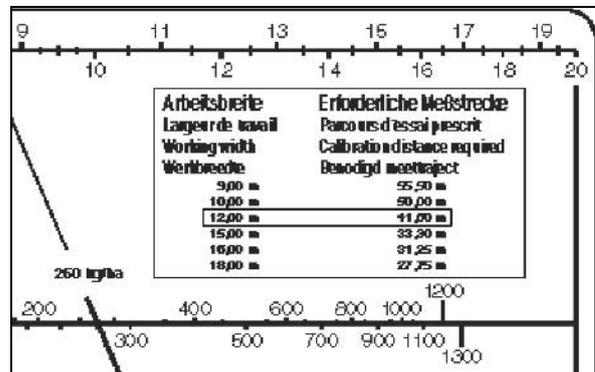

Fig. 71
7. Recherchez la valeur numérique **(A)** pour la quantité d'engrais recueillie (**8,5 kg**) sur l'échelle graduée supérieure (Fig. 71/1) ainsi que la valeur numérique **(B)** pour le débit souhaité (**260 kg/ha**) sur l'échelle graduée intermédiaire (Fig. 71/2).
8. Reliez d'un trait (Fig. 71/4) les points **A** et **B**.
9. Le prolongement du trait sur l'échelle graduée inférieure indique (Fig. 71/3) la valeur numérique **C** correspondant à la position nécessaire des clapets, ici **12,8**.